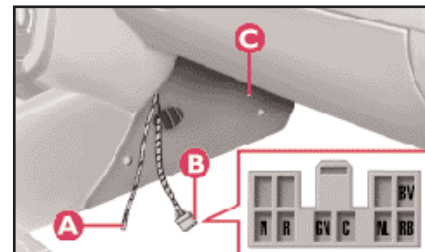

fig. 95
– cavi di collegamento all'antenna bifunzione **A** (fig. 95) e cablaggio con connettore a dieci vie **B** con funzione di alimentazione e collegamento all'altoparlante bifunzione ubicati nella parte anteriore del tunnel centrale;